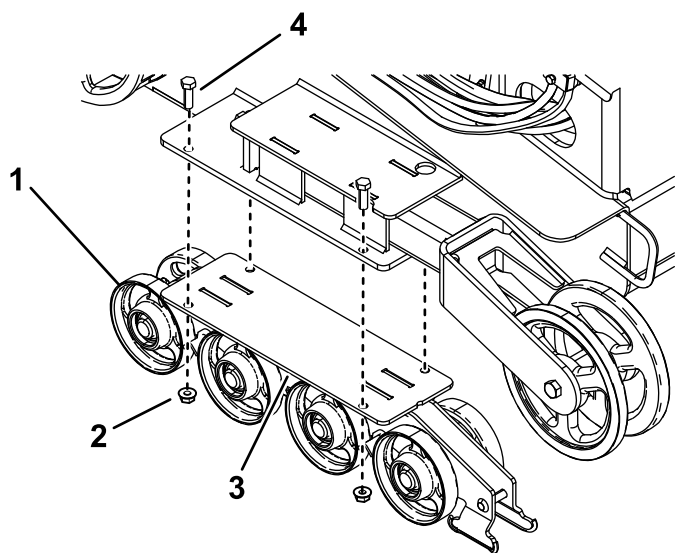

Figure 49
4. Retirez les 4 boulons et écrous qui fixent chaque guide de chenille inférieur qui contient les galets de roulement, et déposez ceux-ci (Figure 49).